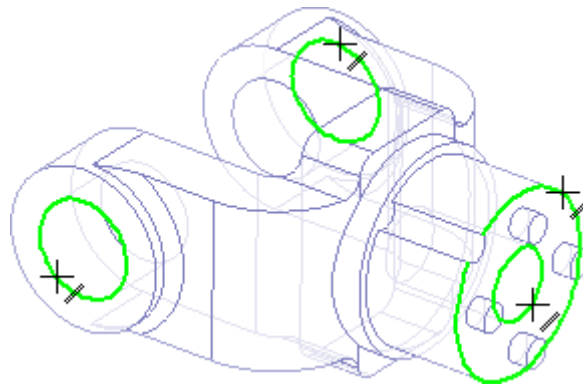

Рисунок 81.
- В модели укажите четыре ребра (рис. 81).